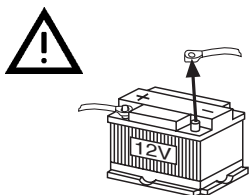

Fig. 1
Sikringsholderen (sikring 1A) til sikring af det positive kabel (permanent (1), se fig. 1) slutes til den positive pol max. 30 cm fra bilens batteri (bor evt. et hul i forvæggen og anvend en tilsvarende kabelføring).
Kablet for permanent plus (2), se fig. 1, slutes til hovedenhedens udgang for permanent plus (ignition ) (f.eks. bilradio eller navigation). Ved tilslutning til klemme 15 i bilen skal der max. 20 cm fra tilslutningspunktet tilsluttes en sikringsholder (sikring 1A) til sikring af kablet for permanent plus (2).
Den negative ledning (stel/GND (3), se fig. 1) skrues direkte på karosseriet. Stelpunktets kontaktflade skræbes metallisk blank og smøres med grafitfedt (dette er vigtigt for god stelforbindelse).